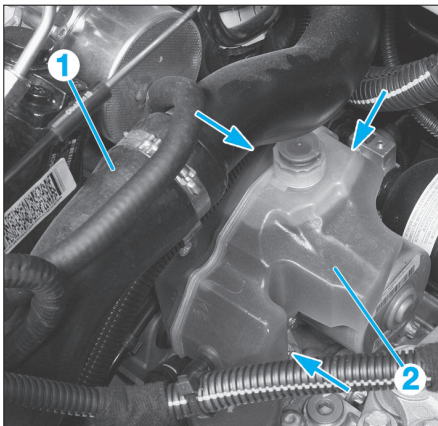

Fig. 6
- la durit d'air de suralimentation (1) (Fig.6),